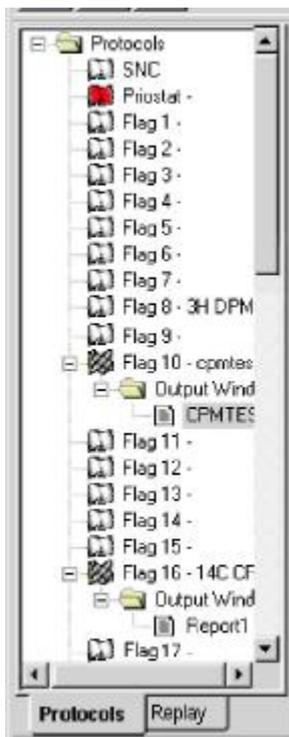

Рисунок 2-3. Дерево Protocols (Протоколы).
4. В дереве **Protocols (Протоколы)** в главном окне (Рисунок 2-3) щелкните правой кнопкой мыши по номеру флага протокола, который необходимо присвоить анализу. В меню на экране выберите **Associate Assay (Присвоить анализ)**.